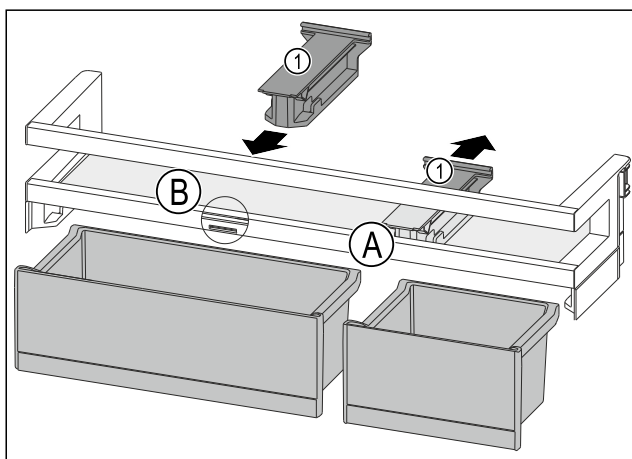

Fig. 83
- ▶ Halteteil Fig. 83 (1) in Position Fig. 83 (A) nach hinten abziehen.
- ▶ Halteteil Fig. 83 (1) in Position Fig. 83 (B) einsetzen.